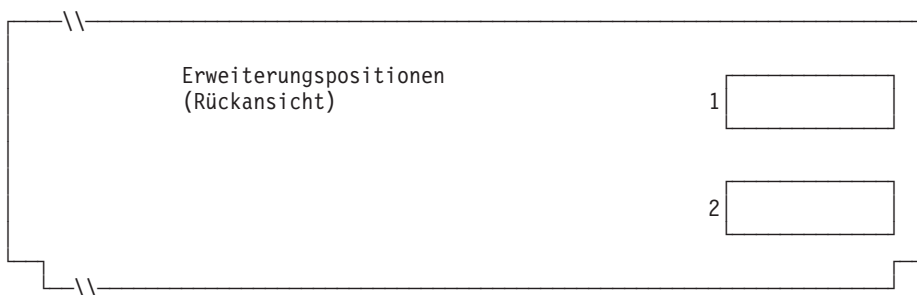

Abbildung 119. Rückseite der Datenkasse IBM 4694-3x7
4. In Abb. 119 jede Erweiterungsposition, in der ein Dual-Asynchronadapter **zur Benutzung durch die Kassenprogramme** installiert ist, mit einem X kennzeichnen. Sind die Adapter zur Benutzung durch andere Anwendungen (als die Kassenprogramme) vorgesehen, keine Kennzeichnung vornehmen.